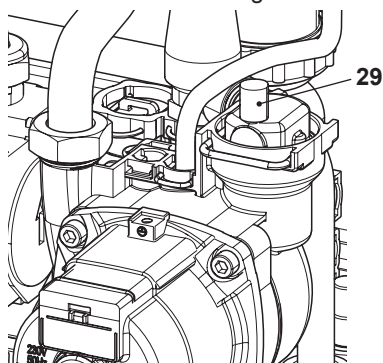
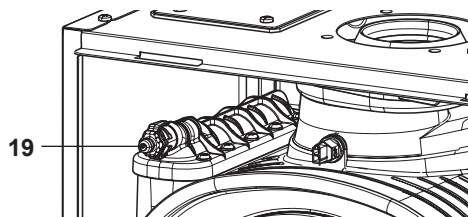

Figura 9.10
Figura 9.11
- Para facilitar el vaciado, levante el tapón 29 de la válvula de purga automática indicada en la Figura 9.10 y afloje el racor de purga del intercambiador primario de condensación 19 en la Figura 9.11.